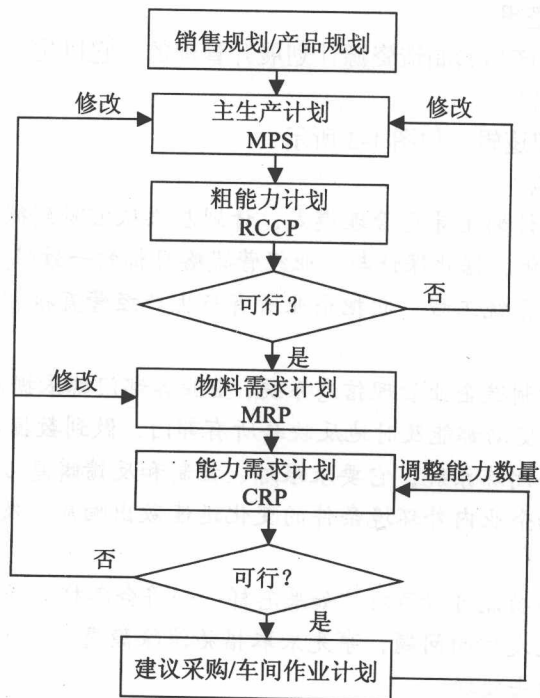

图 1-2 闭环式 MRP 流程
(1) 闭环式 MRP 原理。闭环式 MRP 原理认为: 主生产计划 (Master Production Scheduling, MPS) 与物料需求计划 (MRP) 如果是可行的话, 还要考虑生产能力, 或者对能力提出需求计划, 在满足能力需求的前提下, 才能保证物料需求的执行和实现。在这种思想要求下, 企业必须对投入与产出进行控制, 也就是对企业的能力进行校检和执行控制。闭环式 MRP 的逻辑处理流程如图 1-2 所示。